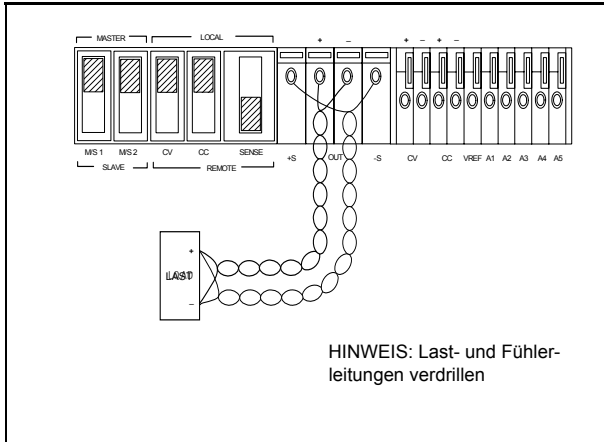

Abbildung 5. Fühlerleitungsbetrieb ("Remote Sensing")
**Verkabelung für Fühlerleitungsbetrieb.** Um die Stromversorgung für den Fühlerleitungsbetrieb zu konfigurieren, müssen Sie die Einstellung des betreffenden rückseitigen Schalters ändern und die Fühlerleitungsanschlüsse der Stromversorgung (+S und -S) gemäß Abbildung 5 mit der Last verbinden.